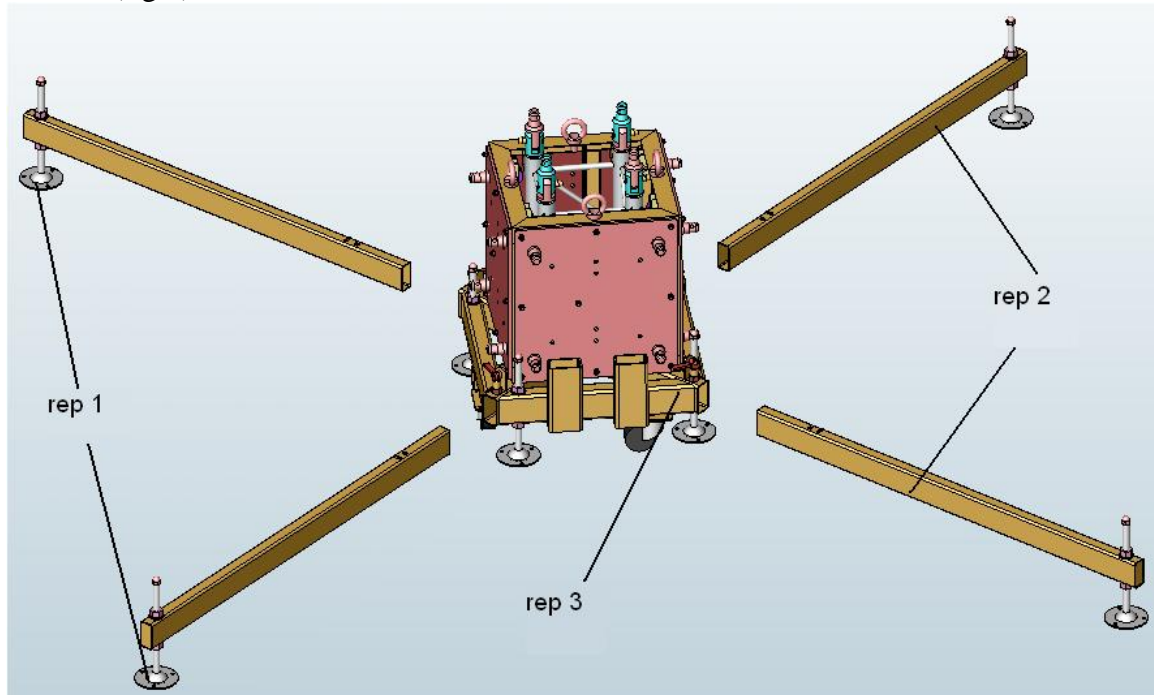

fig.1
a) S'assurer que le sol soit suffisamment ferme et résistant afin d'éviter le poinçonnement provoqué par les coupelles (rep 1) situées à l'extrémité des pieds (rep 2) et sous le châssis (rep 3), (fig.1).
Insérer les 4 pieds (rep 2) à l'un des angles du châssis (rep 3) dans le trou rectangulaire prévu à cet effet (fig.1)